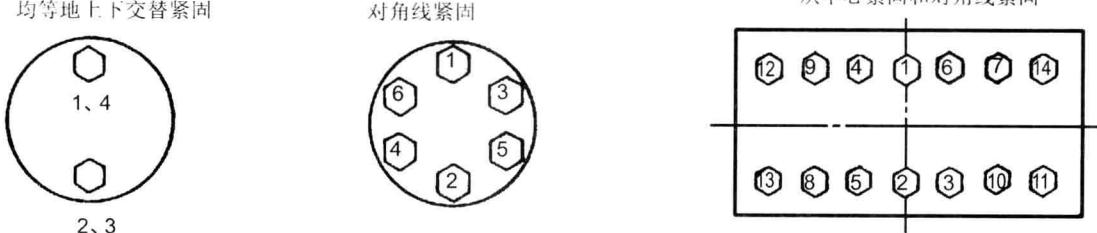

图 1-7 示意图 (6)
(2) 螺栓紧固顺序。如图 1-7 所示，当紧固两个或两个以上螺栓时，要交替紧固，以保证紧固均匀。